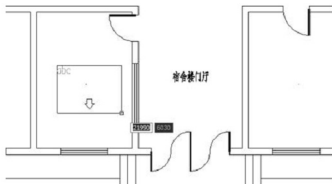

图 3.10 拖出多行文字的矩形框
(1) 将【文字】图层设为当前层。
(2) 单击【绘图】工具栏上的【多行文字】图标  (快捷键 T)。
① 在指定第一角点: 提示下, 在宿舍楼底层平面图的值班室范围内单击一点, 作为文字框的左上角点。
② 在指定对角点或[高度(H)/对正(J)/行距(L)/旋转(R)/样式(S)/宽度(W)]: 提示下, 光标向右下角拖出矩形框(见图 3.10)后单击, 此时弹出【文字格式】对话框和【文字输入】窗口。